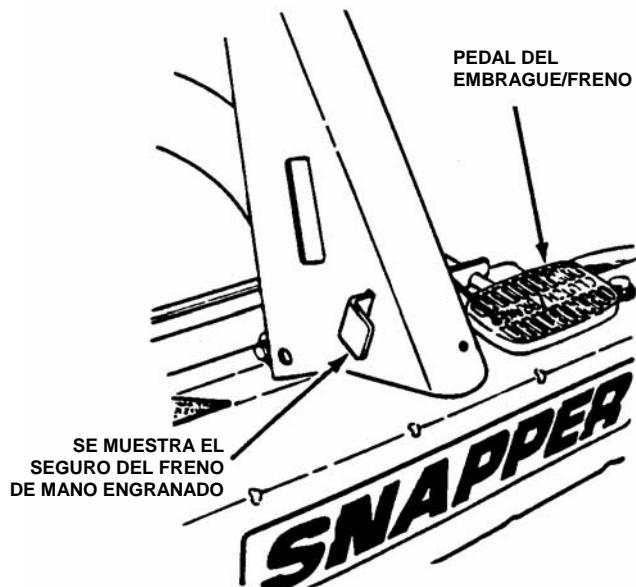

FIGURA 2.16
1. Aplicar el freno de mano pisando A FONDO el pedal del embrague/freno y moviendo el seguro del freno de mano a la posición ENGRANADO. Con el seguro del freno de mano ENGRANADO, soltar el pedal del embrague/freno para aplicar el freno de mano. Ver la figura 2.16.